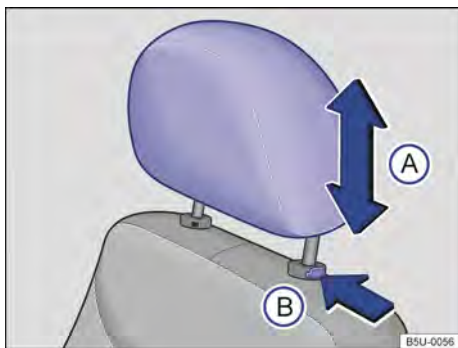

Fig. 64 Apoio para cabeça dianteiro: desinstalar.
- Pressionar o botão → Fig. 64 (B) no sentido da seta. Retirar o apoio para cabeça com a tecla pressionada.
- Empurrar o apoio para a cabeça totalmente para baixo com o botão → Fig. 64 (B) pressionado.